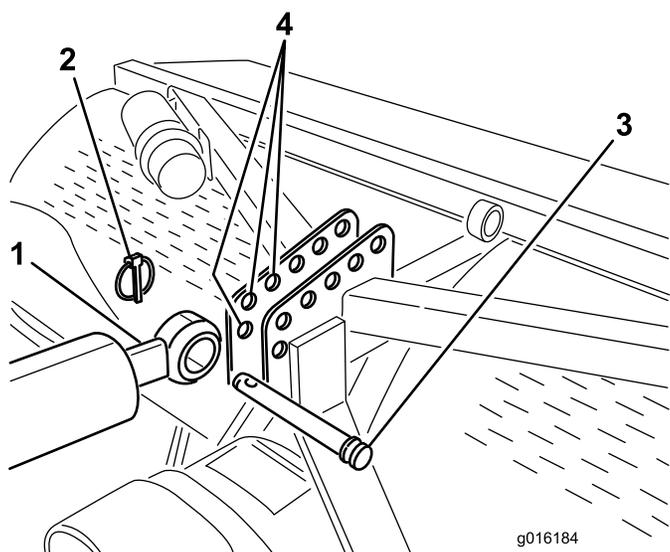
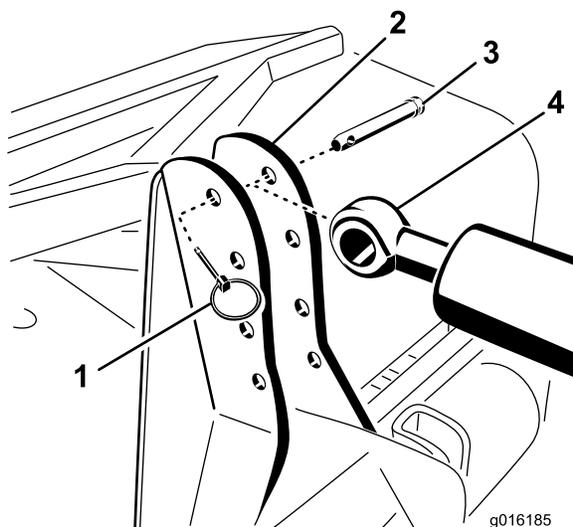
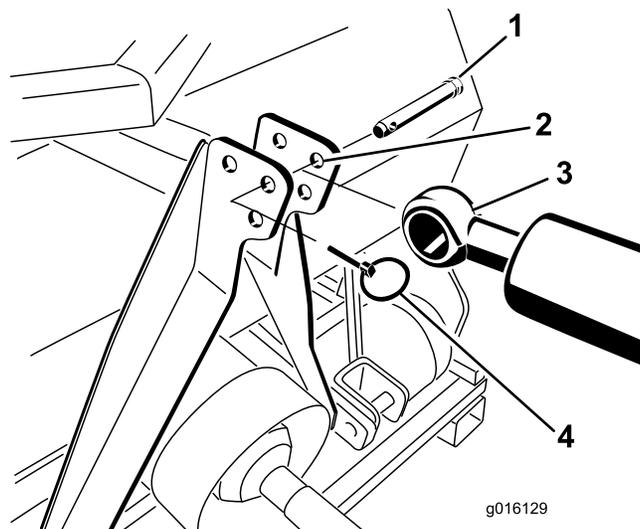

Figura 6
Figura 7
Figura 8
7. Fixe a extremidade da barra do braço superior hidráulico ao furo mais avançado possível no suporte do arejador com o pino de articulação e o pino de sujeição (Figura 6, Figura 7 ou Figura 8).